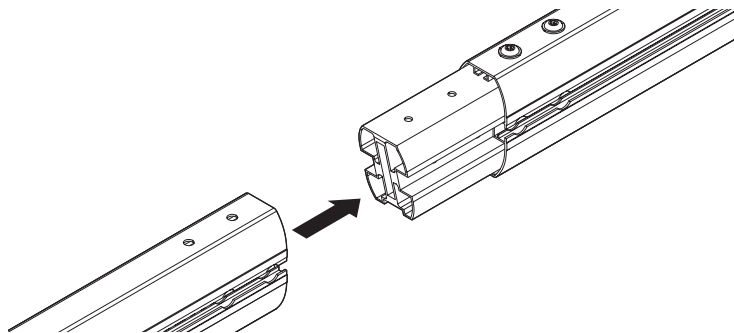

Figure 3
6. Installez les segments supplémentaires un par un, en soutenant l'extrémité « dans l'air » du bras. Veillez à serrer d'abord les boulons supérieurs pour éliminer le jeu. Assurez-vous que tous les boulons s'assemblent avant de les mettre en place. Serrez tous les boulons à 7 pi-livre-force, en commençant par le haut. Voir les figures 3, 4 et 5.